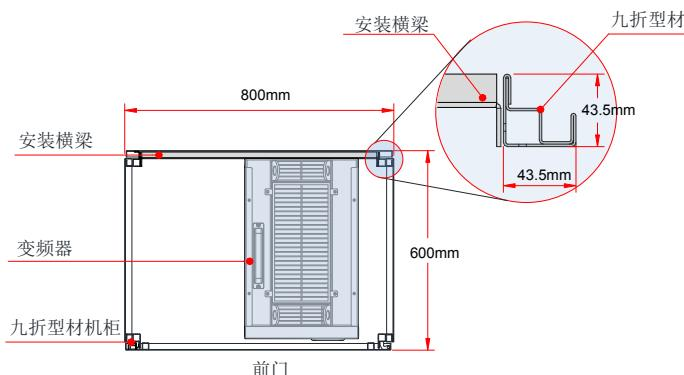

图 3-15 MD500ET200G(-L)~MD500ET450G(-L) 机柜俯视示意图
1	在九折型材机内安装好变频器固定用的安装横梁（如图 3-15）。
- 1、建议机柜柜体采用九折型材机柜（PS 机柜），九折型材截面如放大图如图 3-15 所示；